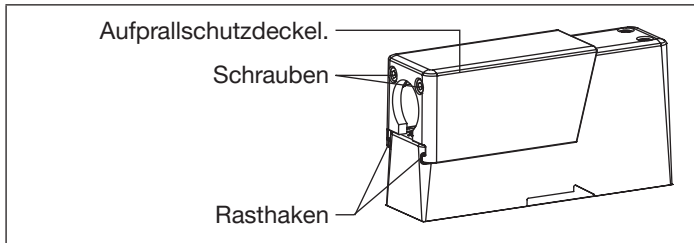

Fig. 21: Aufprallschutzdeckel, montiert
1. Die Rasthaken des Aufprallschutzdeckels in die Aussparungen des Gehäuses stecken. Siehe Fig. 21.